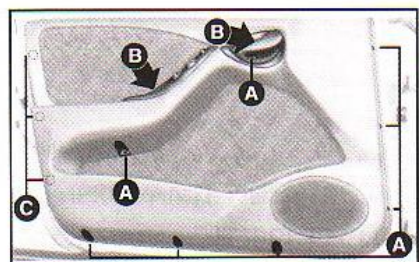

fig. 13
Para acessar esse local, é necessário remover o painel da porta completo, **fig. 13**. Proceda da seguinte forma:
- após a retirada de todos os parafusos, o painel ainda estará preso internamente nos pontos **C-fig. 13**, através de três pinos de pressão, **fig. 15-B**. Com a ajuda de uma ferramenta de ponta e sem arestas cortantes, introduzida entre a porta e o painel, região **C-fig. 13**, solte o painel.